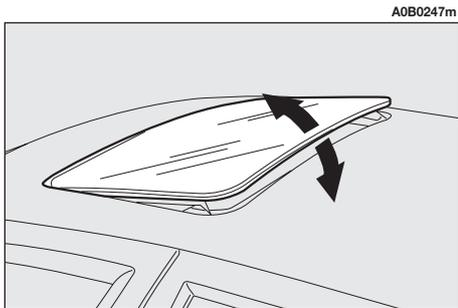
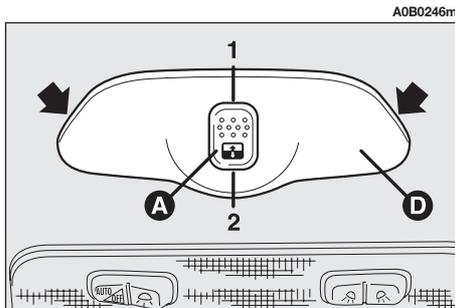

fig. 140
fig. 141
Il sollevamento (fig. 140) si ottiene, solo con tetto completamente chiuso, premendo sull'estremità anteriore **(2)** del pulsante di comando **(A-fig. 141)**.
Premere sull'estremità posteriore **(1)** del pulsante **(A-fig. 141)** per riportare il tetto in posizione orizzontale (tetto chiuso).
- facendo leva nei punti indicati dalle frecce rimuovere la mostrina (**D-fig. 141**);